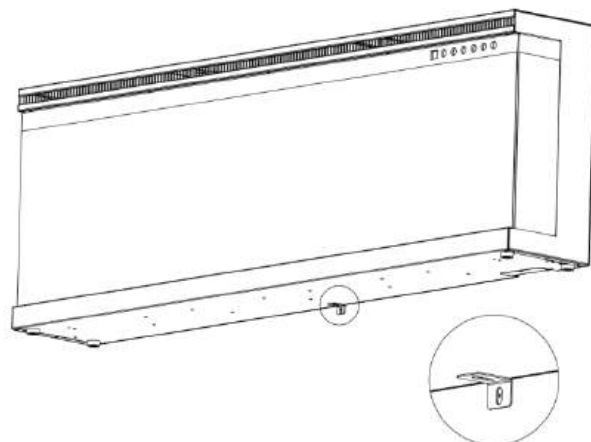

Fig 1-2
B. Utilisez cette vis pour monter le support en forme de L (**J**) au fond du foyer.. (**Fig 1-2**)